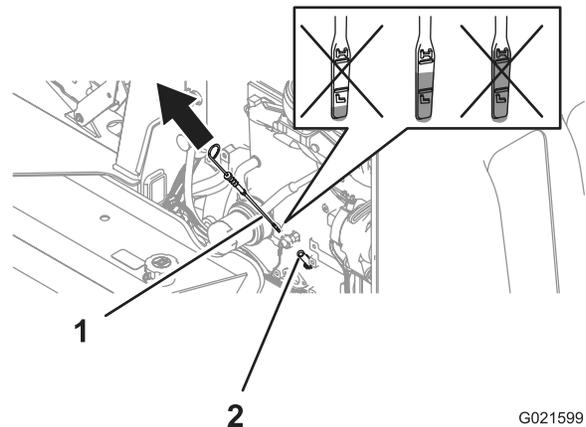

Figure 42
4. Retirez la jauge et essuyez-la sur un chiffon propre (Figure 42).
5. Insérez la jauge d'huile dans son tube, ressortez-la et notez le niveau d'huile indiqué (Figure 42).